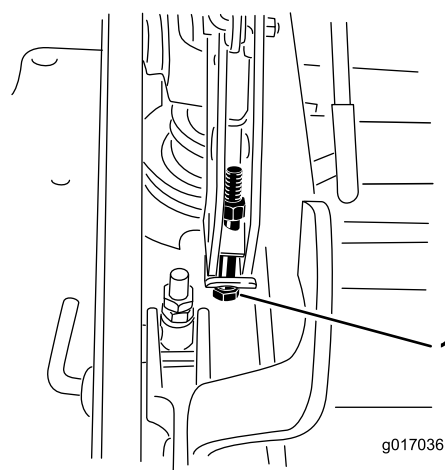

**Figure 91**
12. Pour régler le système monopoint, desserrez les deux boulons au bas de la plaque de hauteur de coupe. Reportez-vous à Figure 91.
14. Serrez les deux boulons au bas de la plaque de hauteur de coupe (Figure 91). Serrez à un couple de 37 à 45 Nm (27 à 33 pi-lb).